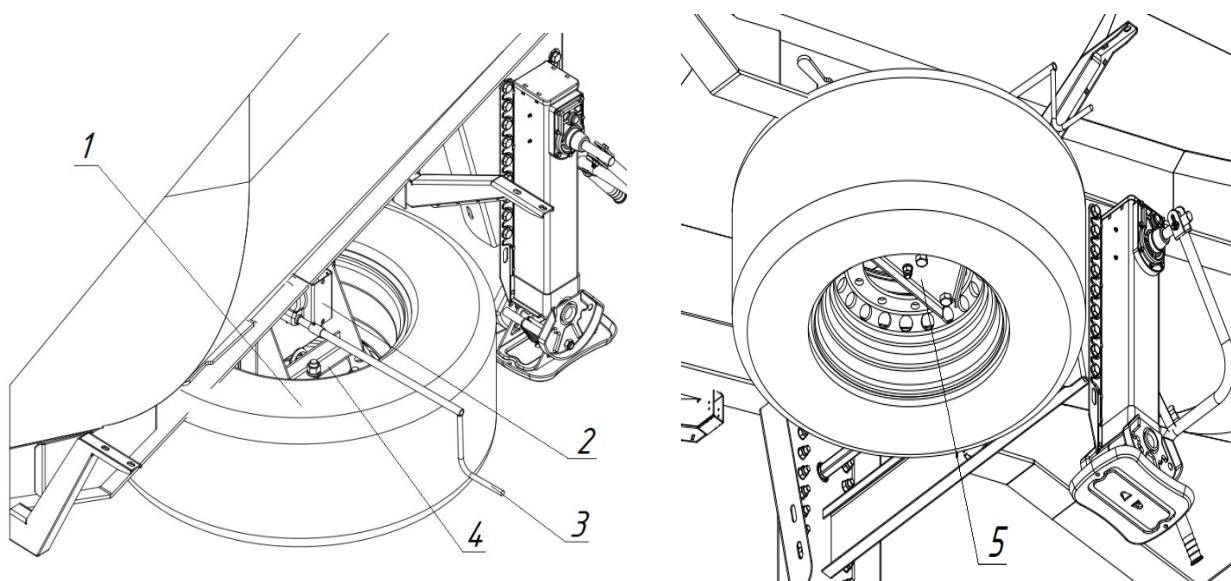

Рис. 2.11 – Крепление запасного колеса
Кронштейн запасного колеса с лебёдкой представляет (рис. 2.11) из себя сварной корпус (4), к которому изнутри прикручена лебёдка с барабанным механизмом (2). Корпус устанавливается под лонжероном рамы полуприцепа. Трос (цепь) лебёдки имеет на конце крюк, который цепляется за рым-болт захвата (5). Захват устанавливается внутри запасного колеса (1) с нижней стороны. Четыре болта захвата (5) устанавливаются в крепёжные отверстия запасного колеса и выполняют роль центровки запасного колеса при его подъёме и опускании вращением ручки (3), а также совместно с гайками фиксируют колесо после того, как оно было поднято.